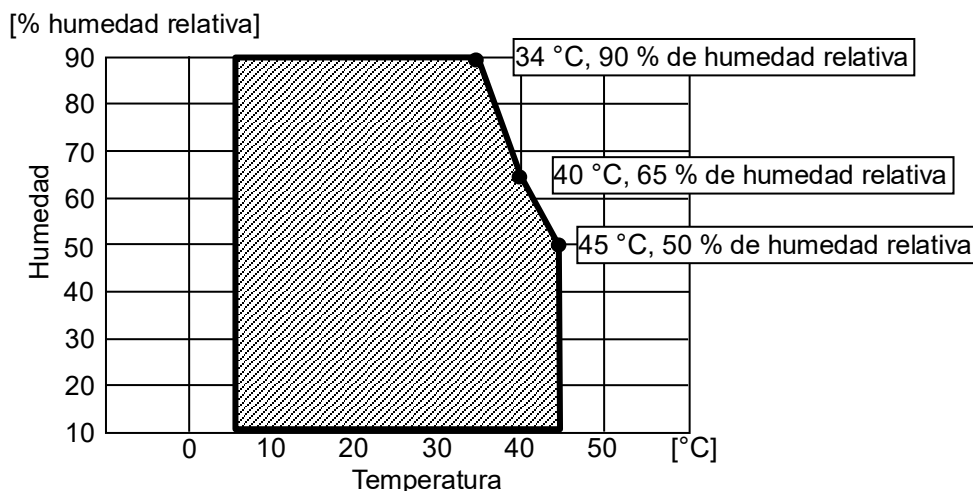

Figura 18-1 Temperatura de funcionamiento y rango de humedad
*3: La humedad garantizada en cada temperatura está dentro del rango mostrado en la Figura 18-1.